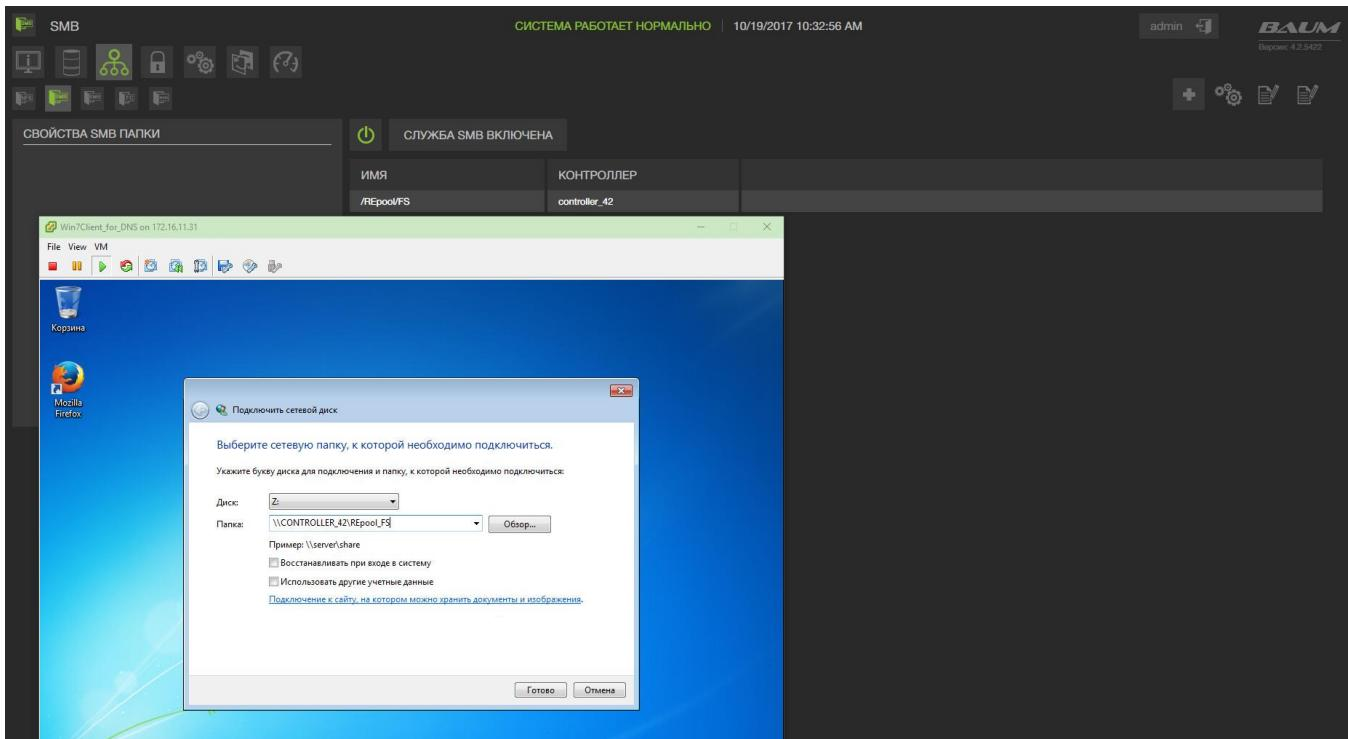

Рисунок 99 – Подключение сетевого диска
- 3) Ввести необходимые данные (см. Рисунок 99)